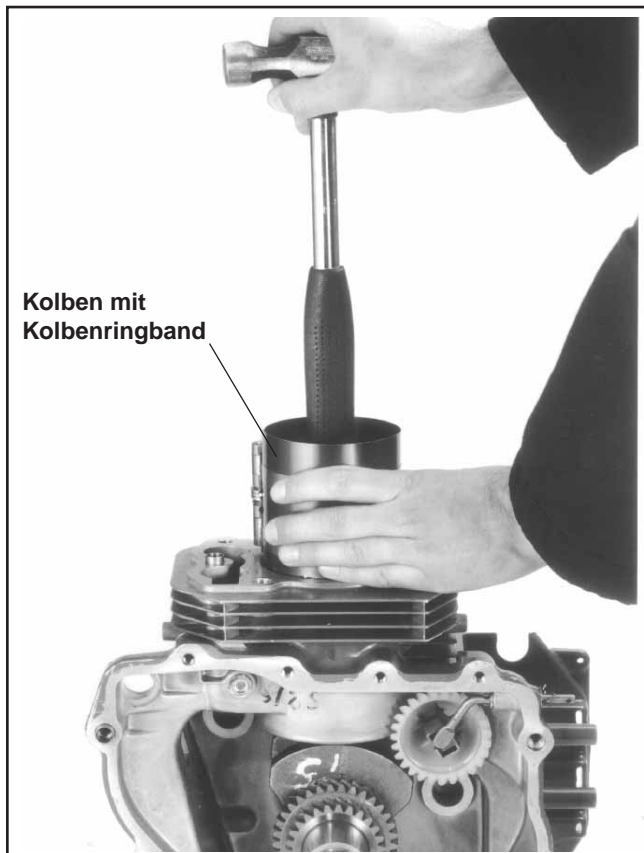

Abbildung 11-6. Einbau von Kolben und Pleuelstange.
- Schmieren Sie Zylinderbohrung, Kolben und Kolbenringe mit Motoröl. Drücken Sie die Kolbenringe mit einem Kolbenringband zusammen. Siehe Abbildung 11-6. Drücken Sie den Kolben durch den Kompressor, damit der Ölkontrollring (unten) direkt oberhalb der Unterkante des Kompressors sitzt.